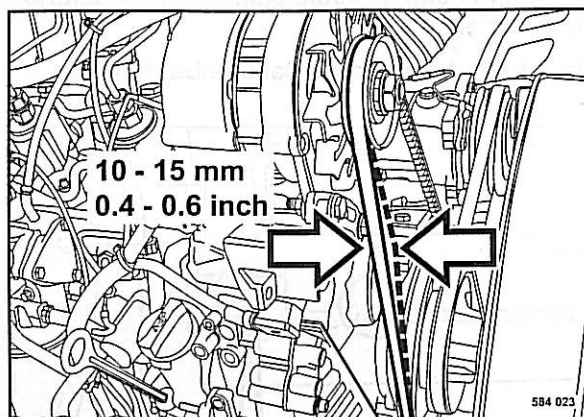

Fig. 92
- Mediante presión del pulgar hay que comprobar si la correa trapezoidal ceda entre las poleas no más de 10 a 15 mm (Fig. 92), retensar la correa trapezoidal, si fuese preciso.